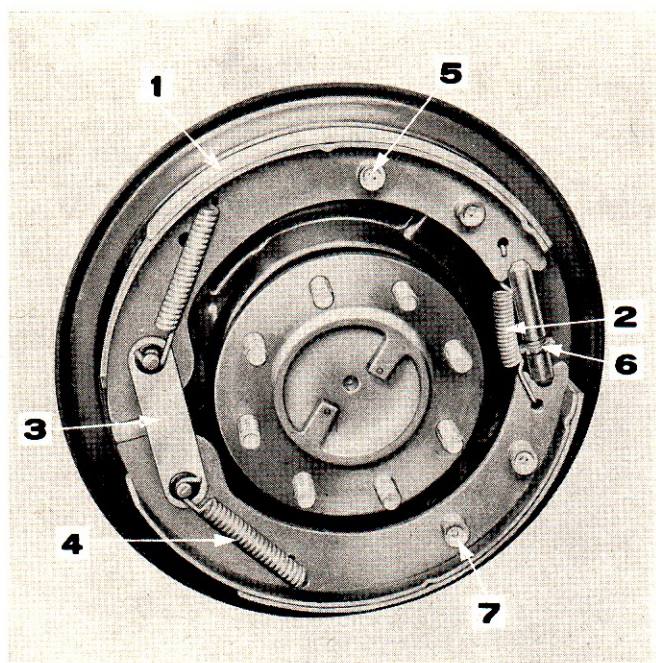

Figure 33: Plateau de frein assemblé
5. Au moyen des mêmes pinces, décrocher de la plaque d'ancrage les deux ressorts de rappel des segments (bleus), puis déposer la plaque d'ancrage (Figure 33).
5. Monter le ressort de réglage et placer l'ensemble de réglage entre les extrémités arrière des segments, de telle façon que la roue dentée s'aligne avec la mortaise de réglage découpée dans le plateau (Figure 33).